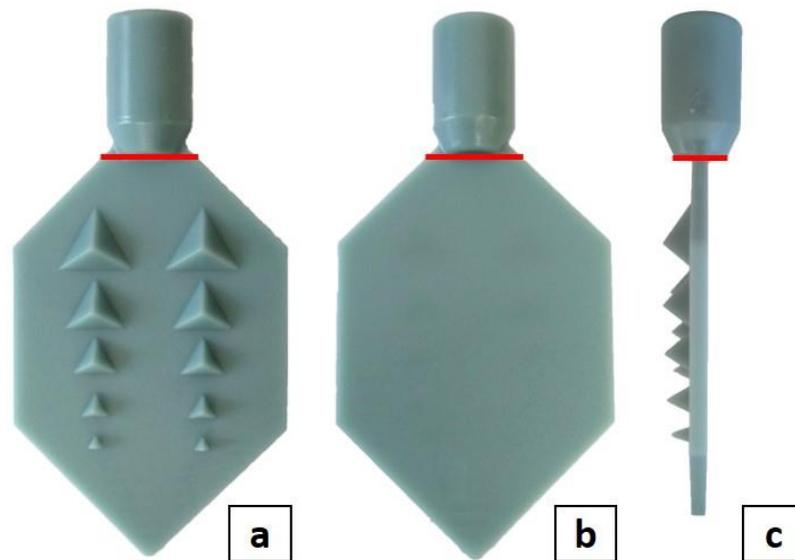

Abbildung 1: Benetzungsprüfkörper Tetraederseite (a), Planseite (b) und Seitenansicht (c) mit Tauchlinie (rot) an der Stirnfläche der Halterungsaufnahme.
Mit diesem, an das VDG Arbeitsblatt 4.470 [1] angelehnten, Probekörper aus Modellwachs kann die Benetzungsfähigkeit von keramischen Schlickern auf einem Wachsling qualitativ sowie quantitativ beurteilt werden. Dazu wird zum einen das Abtropfgewicht, welches die Menge an Schlicker beschreibt, die in einer festgelegten Zeit auf dem Probekörper verbleibt, zur Auswertung herangezogen. Je weniger Schlicker in diesem Zeitintervall vom Wachsling abläuft, umso besser ist das Benetzungsverhalten. Zum anderen kann die Auswertung auf Basis visueller Informationen erfolgen. Der Benetzungsprüfkörper besteht aus einer „diamantförmigen“ Prüffläche, auf der einseitig zehn erhabene Tetraeder aufgebracht sind (Tetraederseite). Mit zunehmenden Steigungswinkeln der Pyramiden ergeben sich dadurch unterschiedliche Benetzungsanforderungen für die zu testende Suspension. Die andere Seite der Prüffläche ist glatt (Planseite) (siehe Abbildung 1).
Schritt 3: Prüfkörper bis zur Tauchlinie (siehe **Abbildung 1**: Benetzungsprüfkörper Tetraederseite (a), Planseite (b) und Seitenansicht (c) mit Tauchlinie (rot) an der Stirnfläche der Halterungsaufnahme. Abbildung 1, rote Linie) in den zu testenden Schlicker tauchen. Position 15 Sekunden halten.